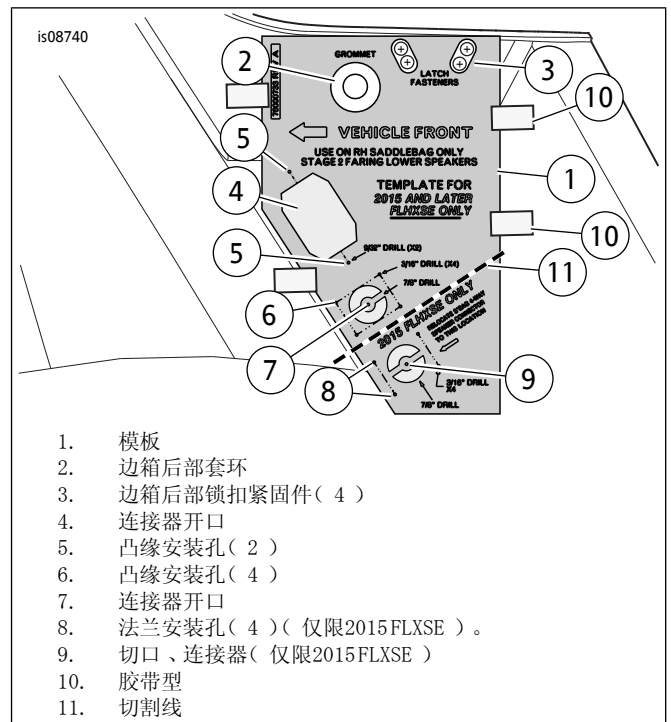

图3。右边箱开口和钻孔线束安装
1. 参见图3。使用模板(1)为下部挡风板放大器18路法兰连接器[289-1]切割边箱中的开口。
参见图3: 项目6和7。